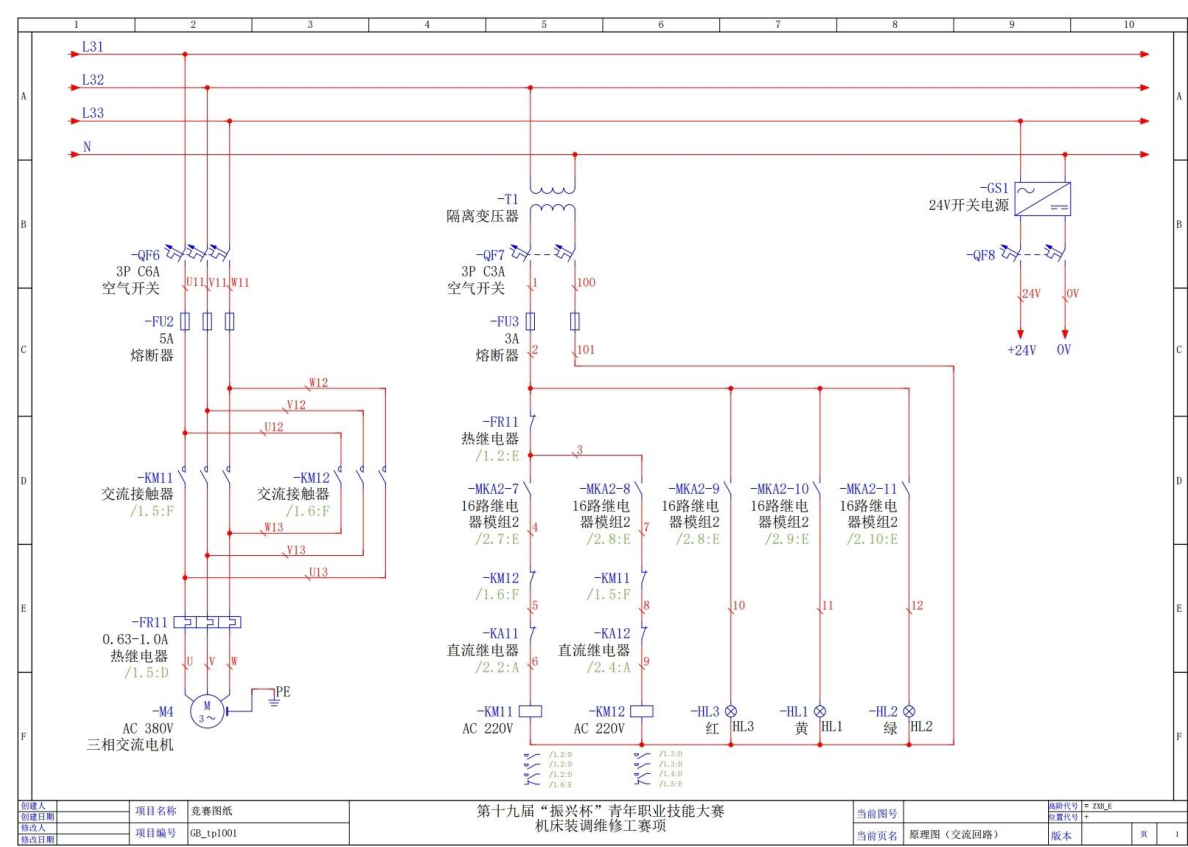
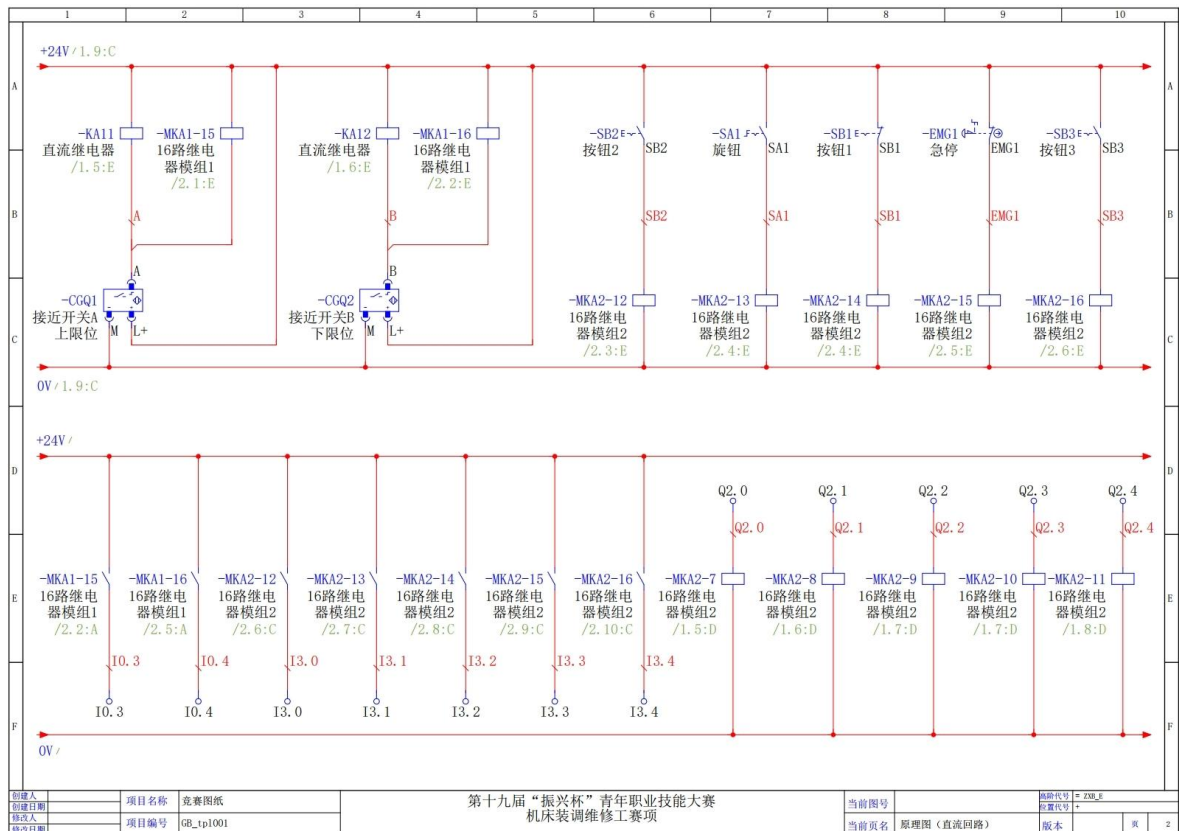

图 2 交流回路原理图 (详见原理图. PDF)
图 3 直流回路原理图（详见原理图.PDF）
1. 根据现场所提供的“图 2”交流回路原理图和“图 3”交流回路原理图，完善控制回路的安装。